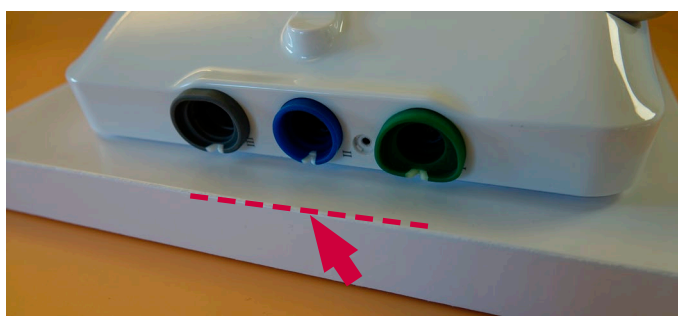

図30 カラーリングのある側から始めて、背面ケースを配置する
- c) カラーリングが配置されている側から始めて、ディスプレイ装置に背面ケースを取り付けます(図30)